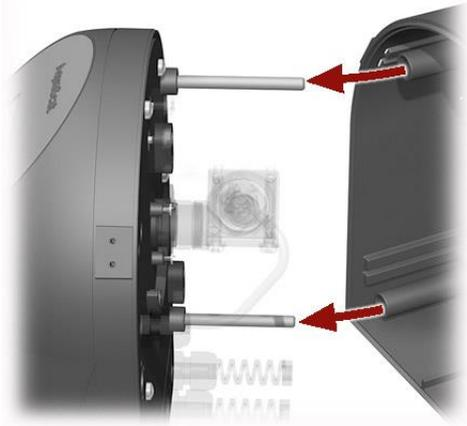

Figure 19: Vue de la partie cellule de mesure
4.	Enlever les anciens dessiccants Figure 19, 1) des deux cotés et les remplacer par les nouveaux. i Deux dessiccants de chaque coté.